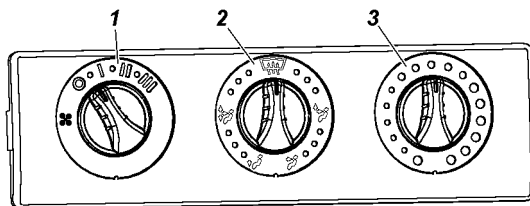

Рис. 3.13. Пульт управления отопителем:
Для подогрева поступающего в салон воздуха поверните рукоятку 3 (рис. 3.13) по часовой стрелке. Рукояткой 2 можно
Приточная вентиляция салона осуществляется по тем же каналам при крайнем положении против часовой стрелки рукоятки 3 (см. рис. 3.13). Вытяжная вентиляция осуществляется за счет отверстий в задней обивке крыши и внутренней панели проема двери задка, через опускаемые стекла дверей, а также через люк крыши при его наличии.
2. Установите рукоятку 3 (см. рис. 3.13) управления краном отопителя в положение “Закрыто”.
4. Рукояткой 1 (см. рис. 3.13) выключателя вентилятора отопителя выберите желаемую скорость вращения вентилятора. При нахождении рукоятки в положении “О” вентилятор включается автоматически и обеспечивает минимальную циркуляцию воздуха через испаритель кондиционера.
3. Если при работе кондиционера рукоятка 1 (см. рис. 3.13) выключателя вентилятора отопителя салона была установлена в положение “I”, “II” или “III”, то в этом случае после выключения кондиционера автоматически включается режим вентиляции салона.